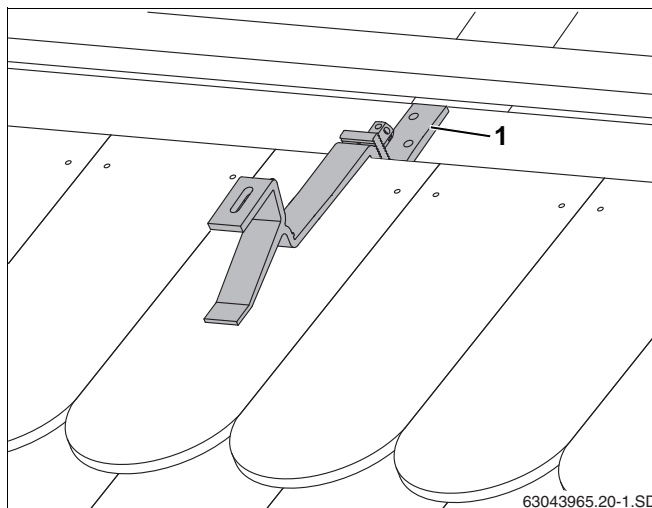

Fig. 18 Monteret tagkrog
- ▶ Skub tagkrogens underdel så langt ned, at den ligger på spærene eller brættet/bjælken (fig. 18, **pos. 1**).